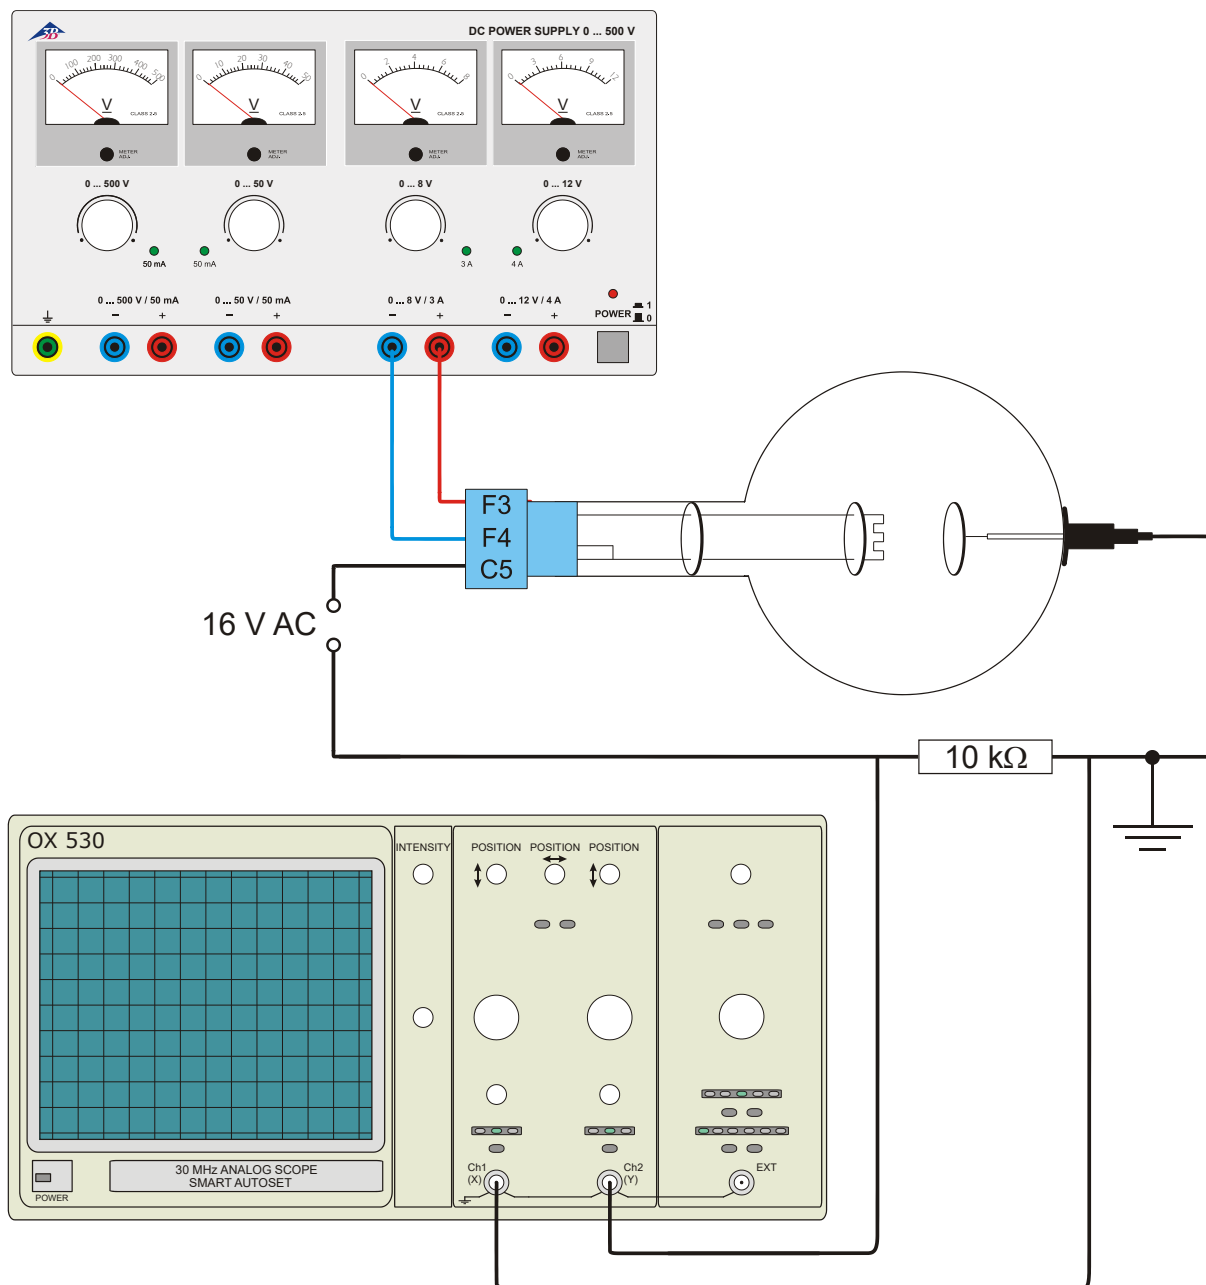

Fig. 3 La diode comme redresseur
- Montez le circuit comme le montre la fig. 3, avec $U_F = 6,3$ V et $U_A = 16$ V CA.